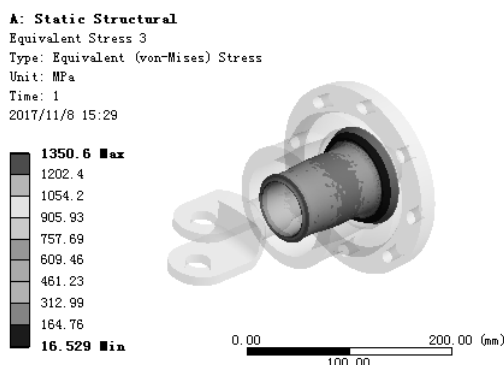

图 7.10.12 应力结果图解 (shaft-bush)
(5) 查看 shaft-bush 零件应力结果图解。在“Outline”窗口中选中 **Equivalent Stress 3**, 查看图 7.10.12 所示的零件 shaft-bush 的应力结果, 其最小应力为 16.529 MPa, 其最大应力为 1350.6 MPa。
(6) 查看 connector-shaft 零件应力结果图解。在“Outline”窗口中选中 **Equivalent Stress 4**,